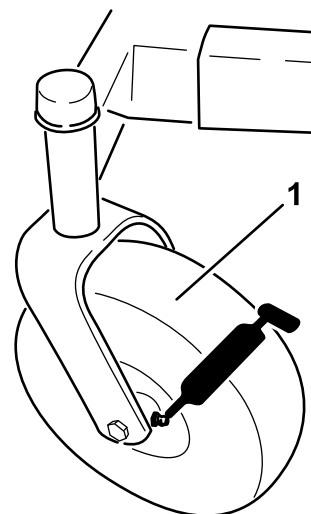
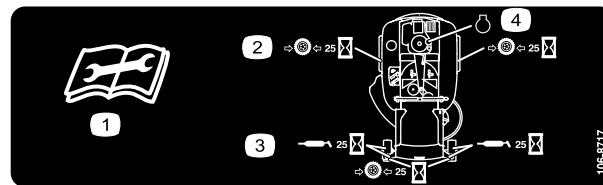

Figura 25
Figura 26
3. Limpie con un trapo los puntos de engrase (Figura 25 y Figura 26). Asegúrese de rascar cualquier pintura que hubiera sobre los puntos de engrase.
4. Conecte una pistola de engrasar a cada punto de engrase (Figura 25 y Figura 26). Bombear grasa hasta que empiece a rezumar grasa de los cojinetes.